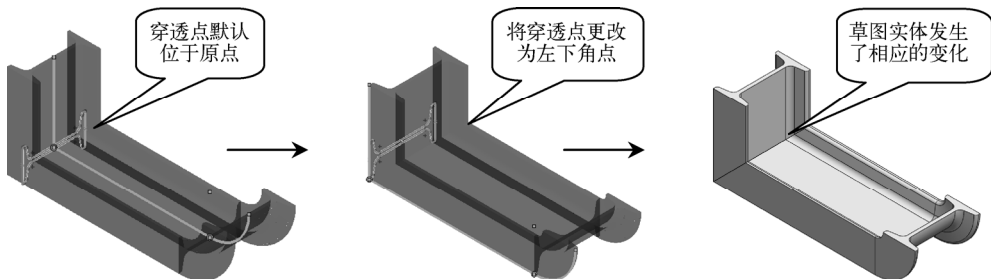

图 6-103 “找出轮廓” 按钮的作用
- “**找出轮廓**” 按钮：单击此按钮后可将视图放大到结构构件的截面轮廓，并可通过单击定义“穿透点”处于截面轮廓的位置，如图 6-103 所示（“穿透点”默认位于截面轮廓的草图原点）。